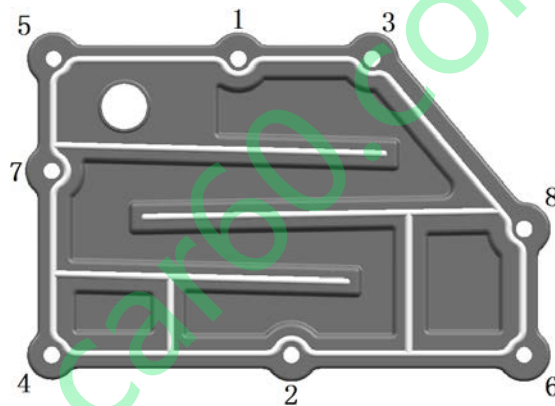

图 17.1
- 2、将迷宫盖板安装到气缸体上，按图 17.1 所示顺序拧紧螺栓至规定力矩（见表 2.1）。